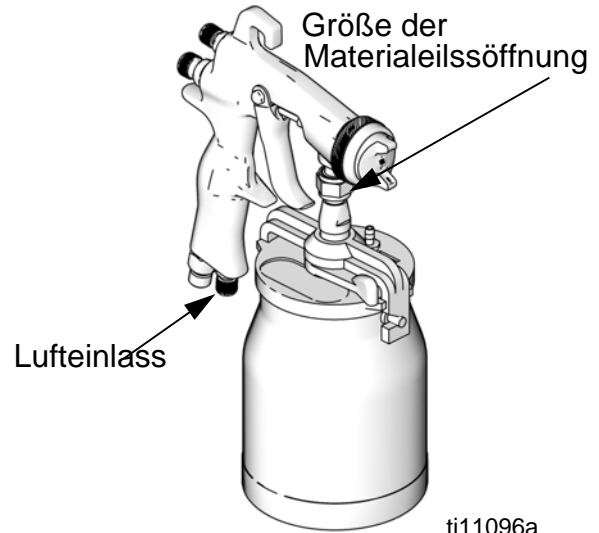

ABB. 1
4. Eine Quelle für saubere, trockene und gefilterte Luft am Pistolen-Lufteingang anschließen. Siehe ABB. 1.